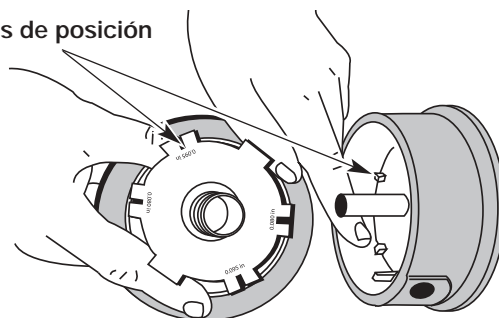

Fig. 34
5. Verifique el desgaste de los dientes de posición del carrete interior y bobina exterior (Fig. 34). Si es necesario, saque la rebaba o cambie el carrete y la bobina.